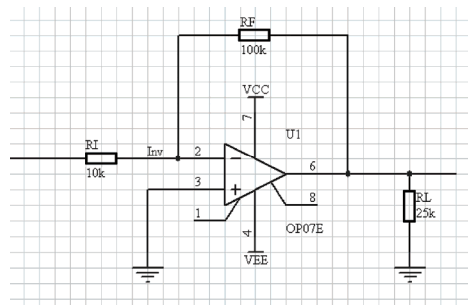
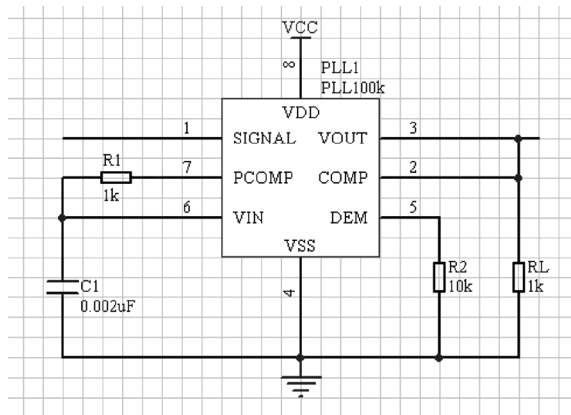

图 2-106 模拟放大电路
图 2-109 锁相环电路
- 4. 绘制如图 2-106~图 2-109 所示的电路原理图。